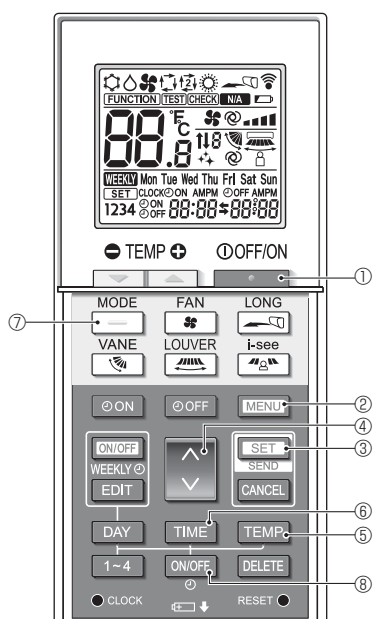

Fig. 4-10
Skärmen för funktionsinställning visas och funktionsnummer A blinkar. (Fig. 4-10)
• Funktionsnummer A blinkar. (Fig. 4-10)